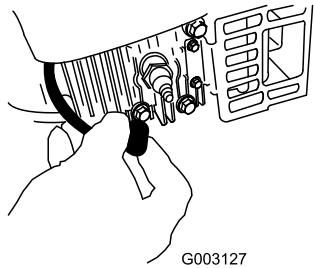

Figure 31
- Débranchez le fil de la bougie (Figure 31) avant de procéder à un quelconque entretien.